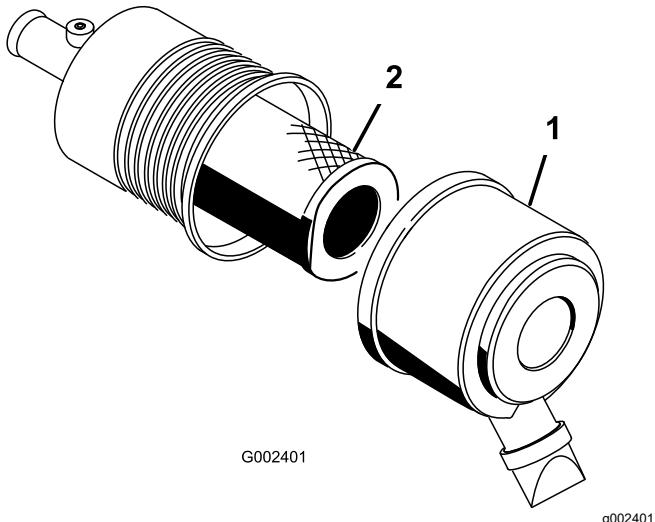

Figura 32
- Liberte os trincos do filtro de ar e puxe a tampa para fora do corpo do filtro (Figura 32).
- Deslize suavemente o filtro para fora do corpo do filtro (Figura 32).
- Deslize cuidadosamente o filtro sobre o tubo do corpo (Figura 32).
- Instale a tampa do filtro de ar com o lado virado para cima e prenda os trincos (Figura 32).